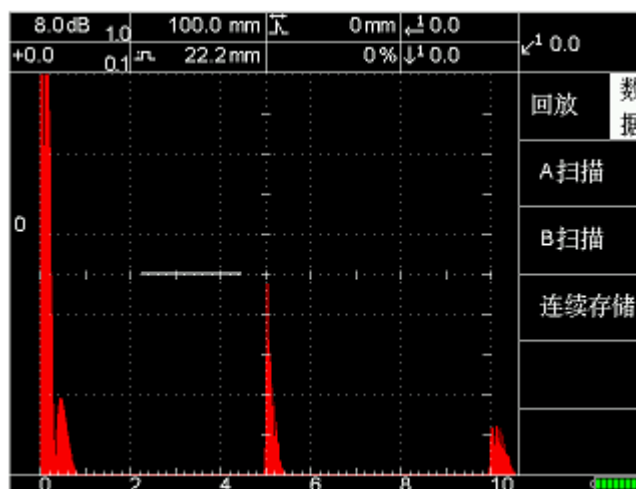

图 7-11
(1) 用户按【数据】-【C】进入图 7-11 后，选中需回放的结果(A 扫描、B 扫描、连续存储)。如需返回，按  键即可。
(2) 例如按【A】选中 A 扫描，选择需回放存储位置号，按[回放]即可。
(3) B 扫描和连续存储一样，只是用户在连续存储需按[查看]键。